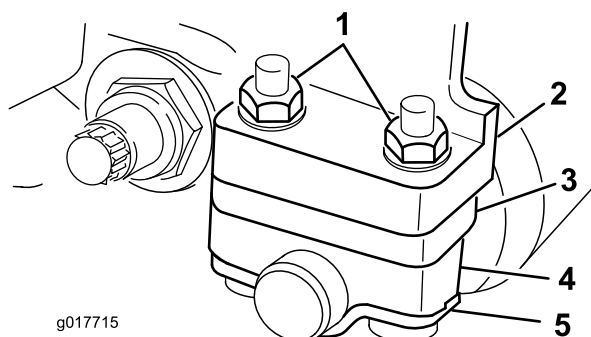

図 1
2. ローラリテーナ、ローラ、スペーサおよびシムを左（または右）サイドプレートの取り付けフランジに固定しているナット（2個）を外す（図 1）。ローラなどを取り外す。